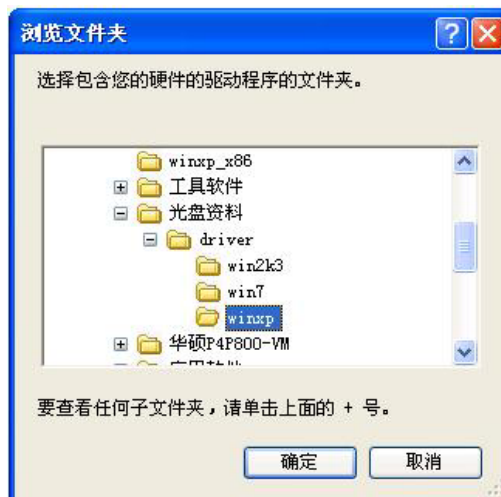

图 3-3 驱动文件路径选择窗口
3) 在图 3-1 窗口选择<从列表或指定位置安装>, 点击<下一步>, 将安装路径指向驱动文件所在的文件夹, 如图 3-3 所示;
4) 在图 3-3 窗口点击<确定>按钮, 会弹出驱动正在安装界面, 如图 3-4 所示。安装完毕后系统会提示驱动安装成功, 如图 3-5 所